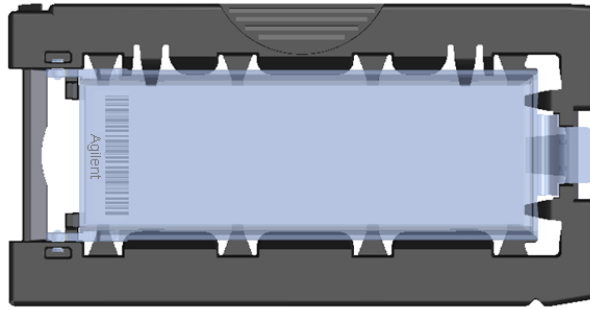

Abbildung 9 Objektträgerhalter – geschlossen mit Objektträger
- g Schließen Sie die Objektträgerabdeckung aus Kunststoff, wobei Sie auf das Ende mit der Nase drücken, bis Sie ein Klicken hören. Siehe **Abbildung 9**.